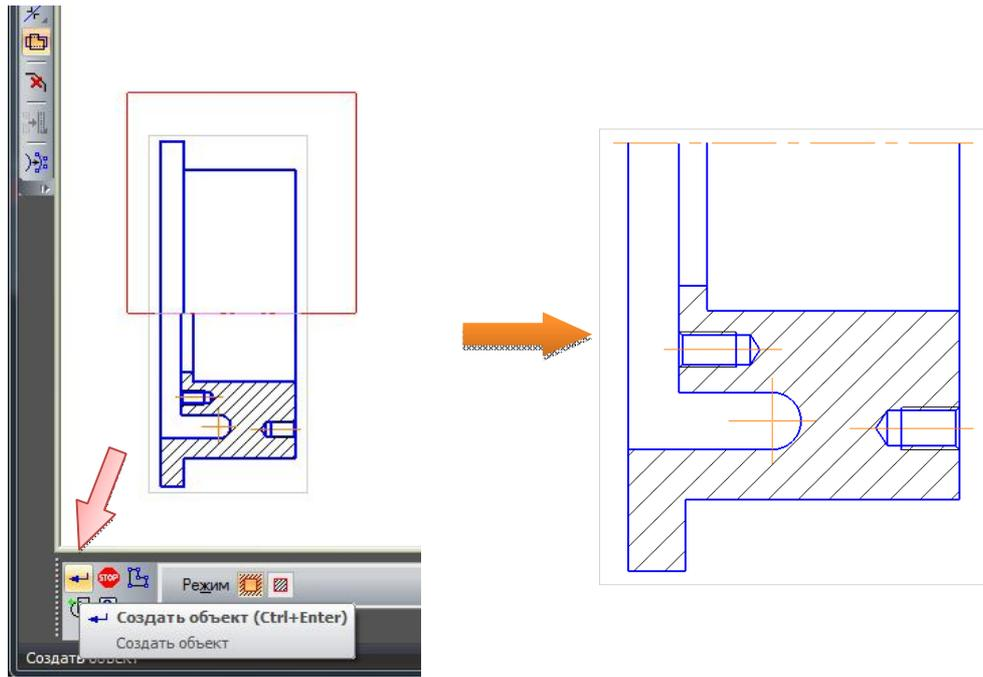

Рис. 2.11. Удаление половины вида
- Выделите верхнюю половину изображения и нажмите кнопку «Создать объект»  (рис. 2.11).